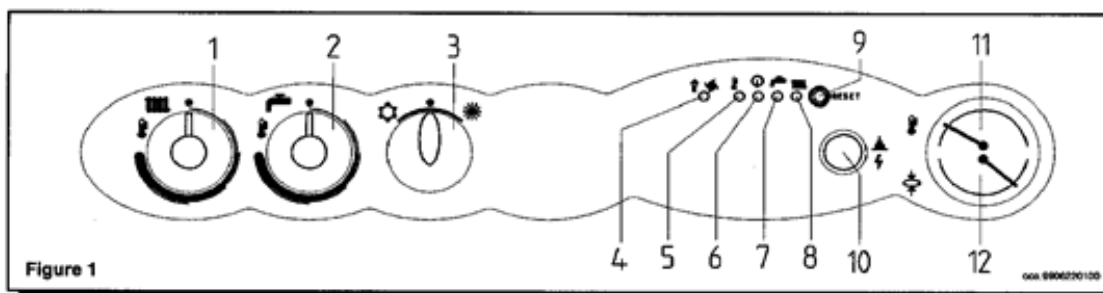

Figure 1
Important: Pour valider les fonctions de télécontrôle, il est nécessaire que le sélecteur (3) de la figure 1 soit positionné sur ETE (☄). Dans ce cas, les voyants de fonctionnement de la chaudière (7 et 8, figure 1) clignotent respectivement pour la demande de chaleur pour l'eau de chauffage ou sanitaire. Les dispositifs de réglage des températures (1 et 2, figure 1) ne sont pas validés.